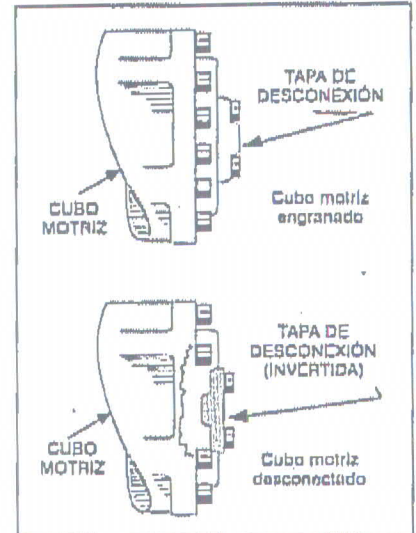

Figura 4-5. Desconexión de cubo motriz
2. Desengranar los cubos de las ruedas motrices invirtiendo sus tapas de desconexión. (Ver la Figura 4-5.) Des-
3. Volver a engranar los cubos de las ruedas motrices poniendo sus tapas de desconexión. (Ver la Figura 4-5.)